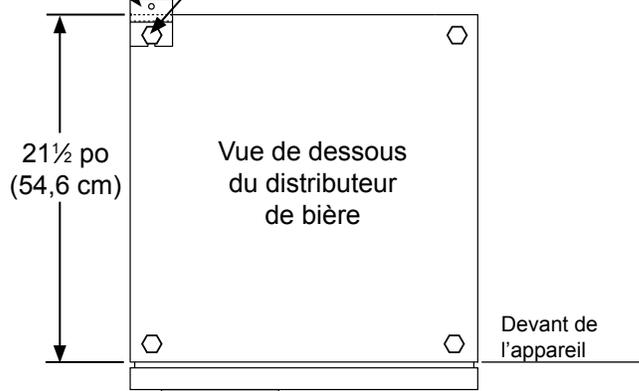

Figure 6
La pièce de fixation antibasculement doit être située sur le plancher, dans le coin arrière gauche ou droit du distributeur de bière, comme illustré dans la Figure 6.
- 3) Assurez-vous de placer le distributeur de bière à l'endroit souhaité, puis marquez sur le plancher le coin correspondant aux parties arrière et latérale de l'appareil, à l'endroit où la pièce de fixation antibasculement sera installée. Si l'installation ne permet pas de marquer le coin arrière de l'appareil, tracez des lignes temporaires sur le plancher pour marquer le coin avant de l'appareil, en excluant la porte. Glissez le distributeur de bière hors de son emplacement. À partir de la ligne temporaire, prolongez la ligne de paroi latérale de 21 ½ po (54,6 cm) vers l'arrière, comme illustré dans la Figure 6.